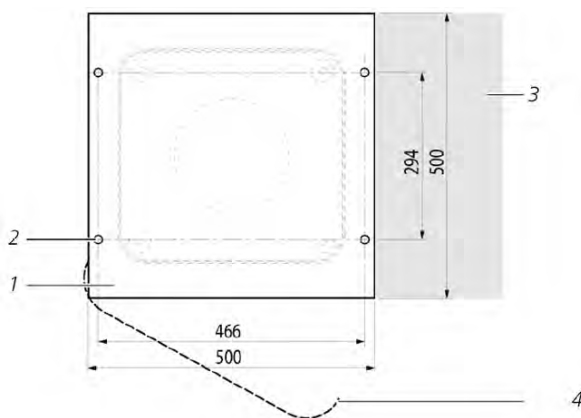

Abbildung 4 Bohrschablone
Vor dem Aufstellen des CHM 8k sind im Betonfundament Löcher und Dübel (\varnothing 12 mm, 4 Stück Dübel gehören zum Lieferumfang) entsprechend der Bohrschablone (siehe *Abbildung 4*) einzubringen.
- ⇒ CHM 8k in Einbaulage (senkrecht) auf dem Betonfundament positionieren. Dabei auf die Lage der Außentür in Bezug zum Elektro-Anschlusskasten des Betreibers achten (siehe *Abbildung 4*).